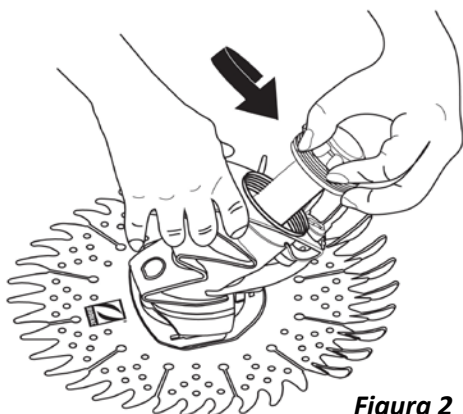

**Figura 1**
- Voltee el limpiafondos (Figura 1).